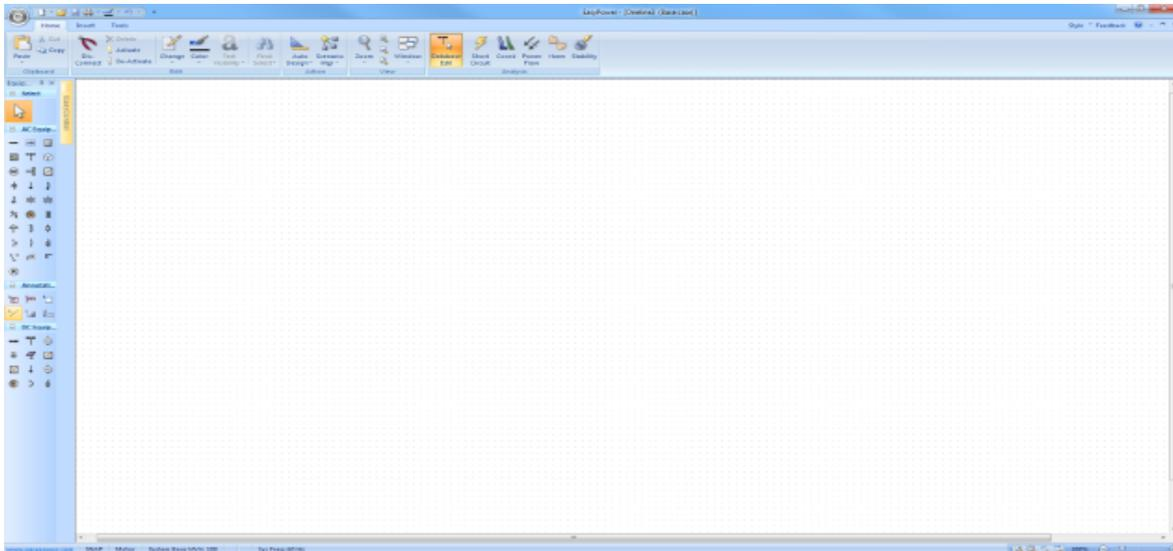

Figura 1.2: Ventana de sesión de Easy Power.
- Una vez iniciado Easy Power y haberle dado clic a Maximizar, la ventana de sesión se desplegará y quedará del tamaño de la pantalla, como se muestra en la figura 1.2: